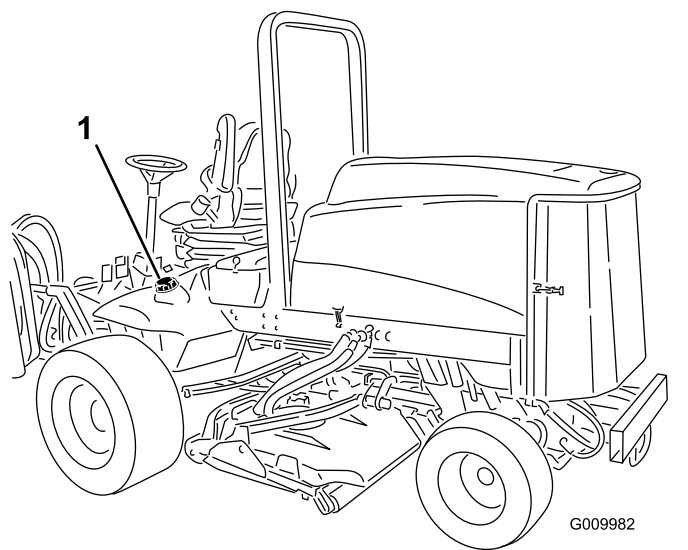

Figura 18
1. Retire a tampa do depósito de combustível (Figura 18).